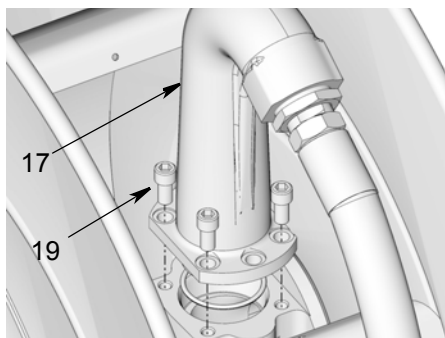

FIG. 34
2. Rimuovere i bulloni (19) e l'uscita (17) dalla bobina (FIG. 34).